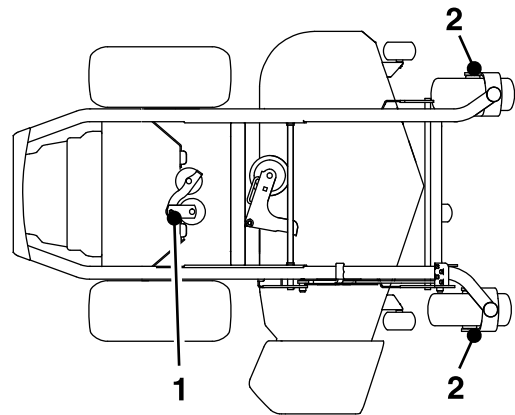

Figura 39
4. Engrase el pivote de la polea tensora de la bomba con una o dos aplicaciones de grasa (Figura 39).
5. Engrase los ejes de las ruedas giratorias delanteras (Figura 39).